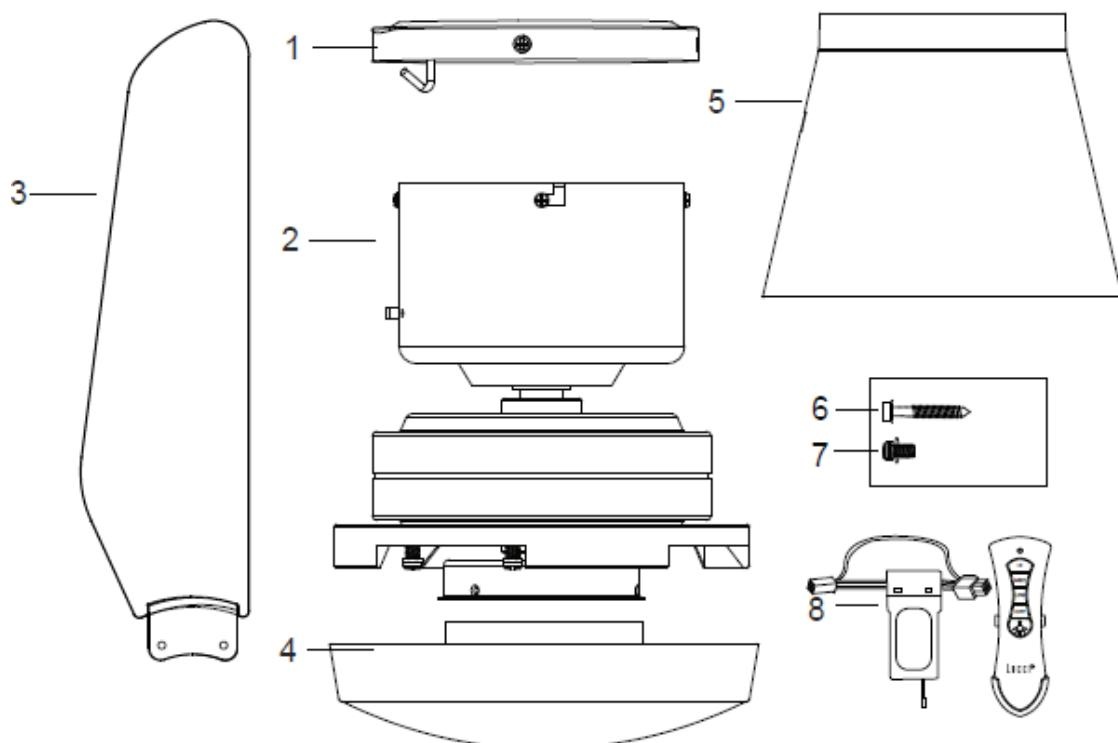

Fig. 1
- Examinez l'ensemble des pièces. Vous devez avoir les pièces indiquées dans la liste suivante et sur la figure 1 :